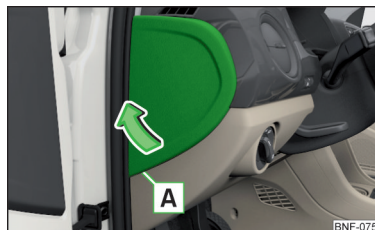

Fig. 167
- Introduceți o șurubelniță plată în degajarea **A** din capac » fig. 167.